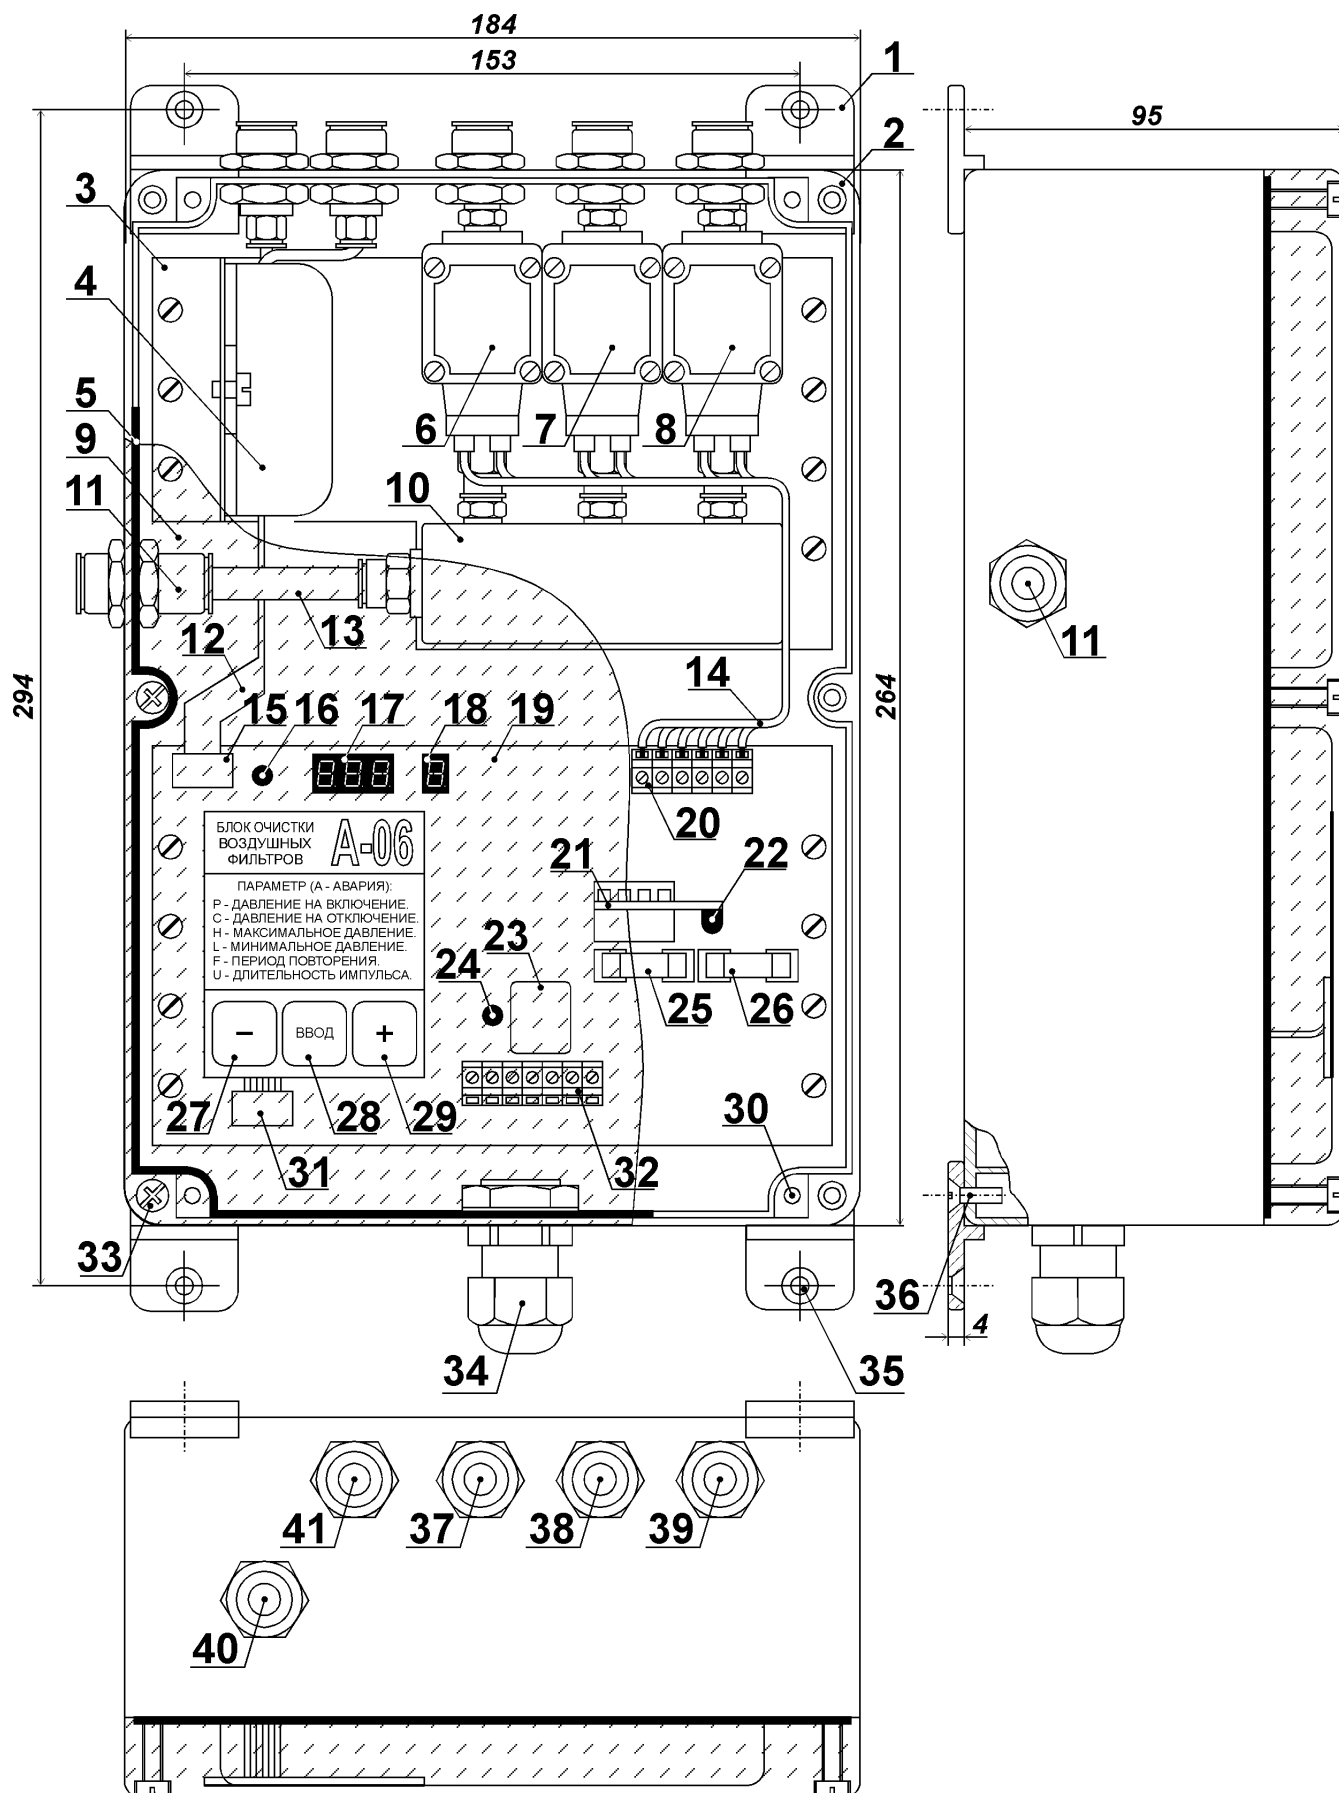
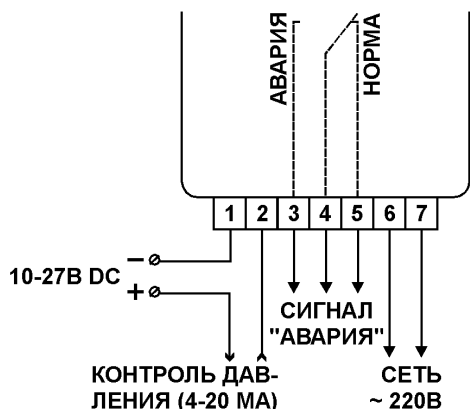

Рис. 1. Конструкция блока А-06.
Рис. 2. Схема электрического подключения блока А-06.
Конструкция блока показана на рис. 1.
6.2. Блок крепится четырьмя винтами с резьбой М4 или саморезами диаметром до 4,5 мм. Крепёжные винты (саморезы) вставляются в предназначенные для этого отверстия [рис. 1, поз. 35].
6.3. Пневматическими трубками внешним диаметром 8 мм штуцер «Воздух до фильтра» [рис. 1, поз. 40] соединяется с входным воздухопроводом фильтра, штуцер - «Воздух после фильтра» [рис. 1, поз. 41] – с его выходным воздухопроводом. К фитингам [рис. 1, поз. 37, поз. 38 и поз. 39] подключаются очищаемые фильтровальные элементы (рукава или картриджи).
6.4. К внутренней стороне крышки блока приклеены плоские сенсорные кнопки, которые соединяются с печатной платой шлейфом из гибких проводников. Поэтому перед снятием крышки необходимо, аккуратно подняв и удерживая её, осторожно потянуть за разъём [рис. 1, поз. 31] и отсоединить указанный шлейф от печатной платы.
6.5. Кабель вводится внутрь блока через гермоввод [рис. 1, поз. 34], концы проводов следует зачистить и промаркировать. После подключения проводов к клеммам блока накидная гайка гермоввода должна быть затянута рукой до упора, обеспечивая герметичность. Допускается эксплуатация блока на открытом воздухе при температурах от -10 до $+40$ °С.
6.6. Схема электрического подключения блока приведена на рис. 2. Контакты электромагнитного реле сигнализации об авариях показаны в нормальном положении (нет аварии либо нет напряжения питания).
6.9. Для удалённого контроля дифференциального давления между клеммами 1 и 2, согласно рис. 2, соблюдая полярность, последовательно подключаются источник постоянным напряжением от 10 до 27 В и миллиамперметр (либо вход контроллера, рассчитанный на приём токового сигнала диапазона 4 – 20 мА).
7.1. При подаче на блок напряжения питания трёхразрядный индикатор «Значение» [рис. 1, поз. 17] отображает перепад давлений воздуха на входе и выходе фильтра (от 0.00 до 4.00 кПа). При прогреве датчика дифференциального давления [рис. 1, поз. 4] до рабочей температуры светодиод «Термостат» [рис. 1, поз. 16] горит красным цветом. Изменение цвета свечения с красного на зелёный означает, что погрешность индикации давления не превышает $\pm 1,5\%$.
7.2. Прикосновение к сенсорной кнопке «Ввод» [рис. 1, поз. 28] переводит блок в режим ввода уставок. При этом индикатор «Параметр» [рис. 1, поз. 18] показывает обозначение регулируемой величины. Значение параметра можно изменить кнопками «-» [рис. 1, поз. 27] и «+» [рис. 1, поз. 29], а переход к регулировке следующего параметра производится прикосновением к кнопке «Ввод». Если в процессе работы блока был зафиксирован обрыв или короткое замыкание в катушке одного или нескольких электропневмоклапанов, то при первом нажатии на кнопку «Ввод» на индикаторе «Параметр» отображается символ «А» (авария), а на индикаторе «Значение» – номер (номера) неисправных клапанов.
7.4. Если дифференциальное давление меньше давления на включение, то блок находится в режиме ожидания и индикатор «Параметр» не горит. В противном случае блок начинает регенерацию (очистку) фильтра. На индикаторе «Параметр» поочерёдно отображаются номера открывающихся электропневмоклапанов. Когда сжатый воздух проходит через фитинг поз. 37 (рис. 1), индикатор «Параметр» показывает цифру «1», через фитинг поз. 38 – цифру «2», а через фитинг поз. 39 – цифру «3». Если установленный порог на включение составляет 0,00 кПа, то очистка фильтра производится непрерывно.
7.6. Светодиод «Авария» [рис. 1, поз. 24] загорается красным цветом, а реле сигнализации об аварии [рис. 1, поз. 23] переходит в положение «Авария» (рис. 2) в следующих случаях:
- если в процессе регенерации был зафиксирован обрыв или короткое замыкание в катушке одного или нескольких электропневмоклапанов. При коротком замыкании в момент срабатывания неисправного пневмоклапана на электронном ключе [рис. 1, поз. 21] вспыхивает светодиод «Короткое замыкание» [рис. 1, поз. 22].
- аккуратно подняв крышку на высоту примерно 2 см над корпусом и удерживая её в этом положении, осторожно потянуть за разъём [рис. 1, поз. 31], отсоединив гибкий шлейф проводов от печатной платы блока.
9.1. Свечение светодиода «Авария» [рис. 1, поз. 24] не является признаком неисправности блока. Оно свидетельствует о возможной аварии фильтра или системы его очистки (см. п. 7.6.).
9.2. Если при подаче сетевого напряжения на блок перегорают предохранители [рис. 1, поз 25 и поз. 26], следует убедиться, что напряжение на клеммах 6 и 7 составляет от 187 до 242 В переменного тока частотой 49 – 51 Гц, а затем заменить предохранитель, предварительно отключив блок от сети. При повторном перегорании предохранителя следует направить блок предприятию-изготовителю для проведения ремонта.
9.3. Если блок не реагирует на прикосновения к сенсорным кнопкам [рис. 1, поз 27, 28 и 29], то следует провести его техническое обслуживание в соответствии с указаниями раздела 8 настоящего Руководства. Если после этого работоспособность блока не восстановилась, необходимо направить блок предприятию-изготовителю для проведения ремонта.